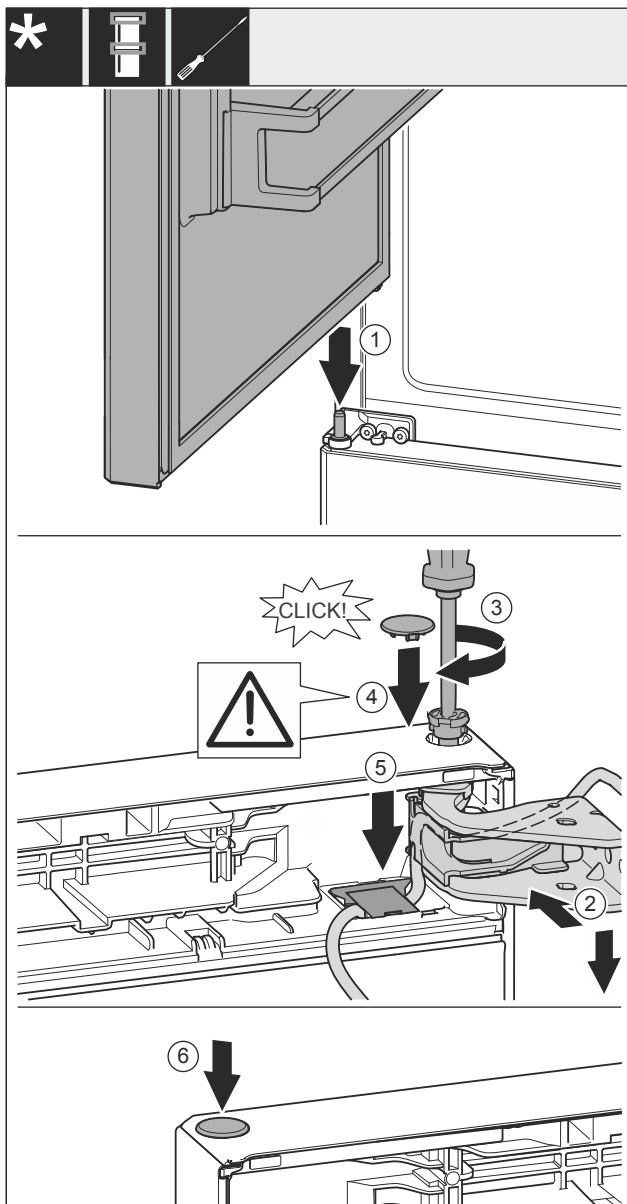

Fig. 60
- Uzlieciet augšējās durvis uz vidējās gultņa tapas Fig. 60 (1).
- Nolīmeņojiet durvju augšdaļu pret atveri gultņa balstā Fig. 60 (2).
- Ievietojiet tapu Fig. 60 (3) un pieskrūvējiet ar skrūvgriezi.
- Ievietojiet pārsegu Fig. 60 (4).
- Pārbaudiet, lai pārsegs Fig. 60 (4) piekļautos pie durvīm.
- Ievietojiet pārsegu Fig. 60 (5) un spiediet uz leju, līdz tas nofiksējas.
- Ievietojiet pārsegu Fig. 60 (6).